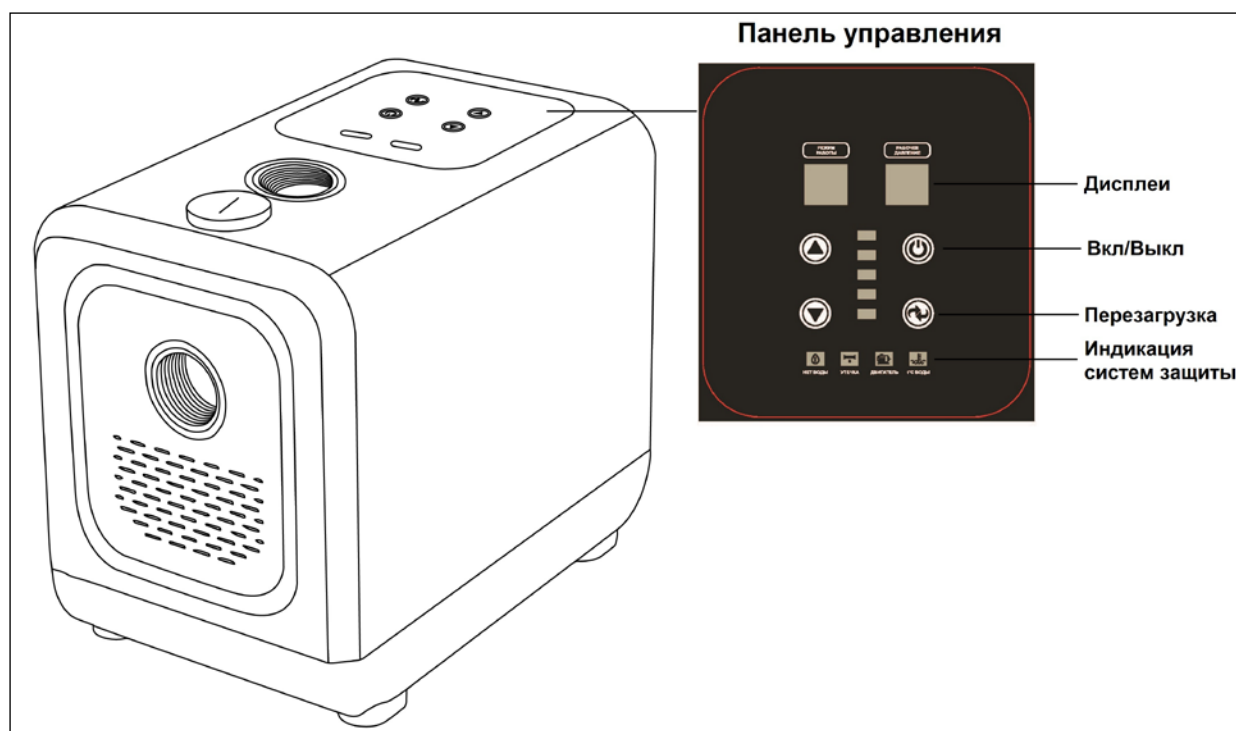

Рис.1 Общий вид устройства
6. Включить станцию на кнопку включения (рис.1). Далее стрелками «верх» «вниз» выберете режим работы (рис.1). Каждый режим работы соответствует давлению, которое будет поддерживать станция (см. напорно-расходную характеристику), данные на дисплее могут отличаться от табличных в зависимости от условий установки (глубины забора, длины входной магистрали). Далее насос запустится, и начнет работу. Включите насос на 30-60 секунд. После выключения насоса открываем кран для выпуска воздуха и доливаем во всасывающую магистраль воду. В зависимости от длины всасывающей магистрали данный алгоритм нужно будет повторить несколько раз.